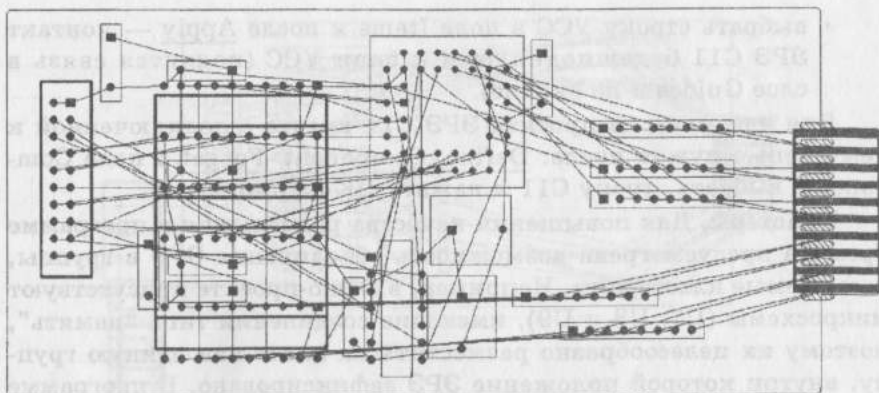

Рис. 1.25. Вариант расстановки элементов проекта, содержащего суперкластер
- командой Autoplace>InitPlaceLargeComponents>OK разместить Large— ЭРЭ и командой Autoplace>InitPlaceSmallComponents>ALL>OK разместить все остальные ЭРЭ (рис. 1.25).